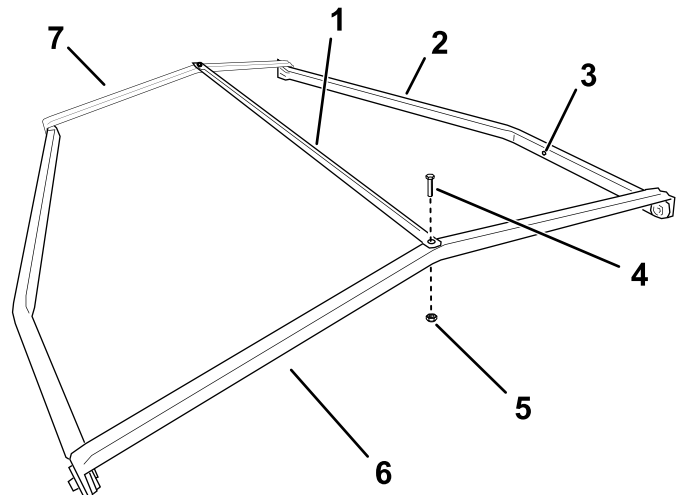
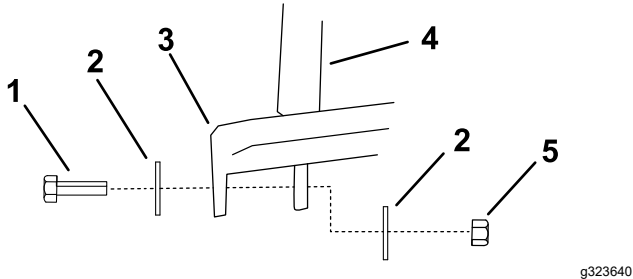

Figure 5
Figure 6
1. Fixez le raidisseur central sur les tubes avant et arrière du cadre à l'aide d'un boulon ($\frac{1}{4}$ x 1 po) et d'un écrou borgne vissés à chaque extrémité (Figure 5).
4. Boulon ($\frac{1}{4}$ x 1 po) (2)
5. Écrou borgne (2)
- Montez les 2 tubes latéraux du cadre sur le tube de cadre arrière (Figure 5 et Figure 6).
Remarque: Montez les tubes latéraux du cadre de manière à ce qu'ils soient coudés vers l'extérieur et que les trous prévus pour les montants arrière soient plus rapprochés du tube de cadre arrière, comme montré à la Figure 5; veillez à diriger la tête des boulons vers l'extérieur.